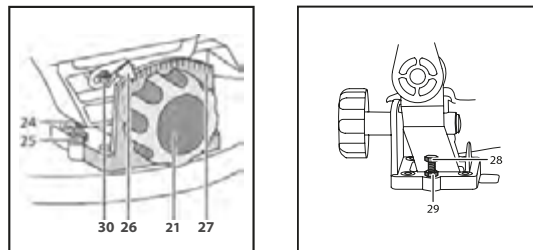

Рис. 5
**а)** Регулировка угла наклона пиления 90°. Ослабьте винт фиксации наклона пилы (21), приведите пилу в крайнее вертикальное положение, ослабьте стопорную гайку (25) болта (24) и, используя угольник, установите пильный диск (3) на угол 90° относительно поворотного стола (13) поворотом болта (24). Затяните стопорную гайку (25) (Рис. 5).
По достижении необходимого результата регулировки, ослабьте установочный винт указателя (30), совместите стрелку указателя (26) с делением 0° на шкале угла наклона пиления (27). Зафиксируйте установочный винт указателя (30) (Рис. 5).
**б)** Регулировка угла наклона пиления 45°. Ослабьте винт фиксации наклона пилы (21), приведите пилу в крайнее наклонное положение, ослабьте стопорную гайку (29) болта (28) и, используя угольник, поворотом болта (28) установите пильный диск (3) на угол 45° относительно поворотного стола (13). Затяните стопорную гайку (29) (Рис. 5).
**в)** Регулировка угла 90° при торцевом пилении. Ослабьте два установочных болта (15) упора (2). Не нажимая кнопку включения (7), опустите ручку пилы (8). Используя угольник и смещая фронтальный упор (2), установите между фронтальным упором (2) и пильным диском (3) угол 90°. Закрепите фронтальный упор (2), затянув установочные болты упора (15).